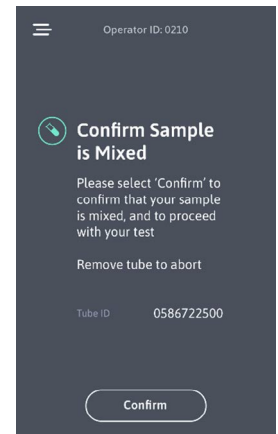

Figure 13
2. Sélectionner « Confirmer » sur l'écran tactile pour confirmer que l'échantillon a été correctement mélangé avant d'être inséré (figure 13).